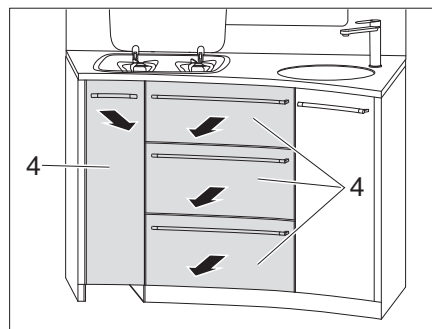

Bild 135 Küchenschubladen herausnehmen
- Küchenschubladen (Bild 135,4) herausnehmen.